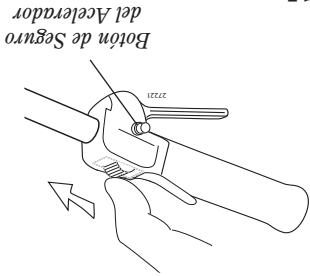

Figura 15
1. Deslice el interruptor hacia la posición "I" (motor encendido). Consulte la figura 15.